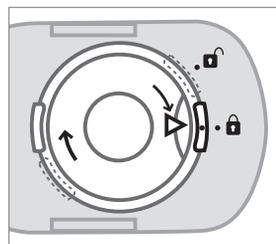

Рис. 3
5. Закройте крышку аэрозольной камеры обратно, повернув ее по часовой стрелке, так, чтобы маркер «▶●» указывал на «.🔒» (рис. 3).